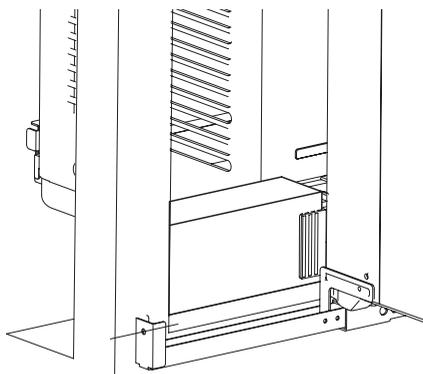

Figure 7
C. Coupez l'éponge de scellage à la longueur appropriée pour sceller l'espace entre la fenêtre et l'appareil. Voir la figure 7.